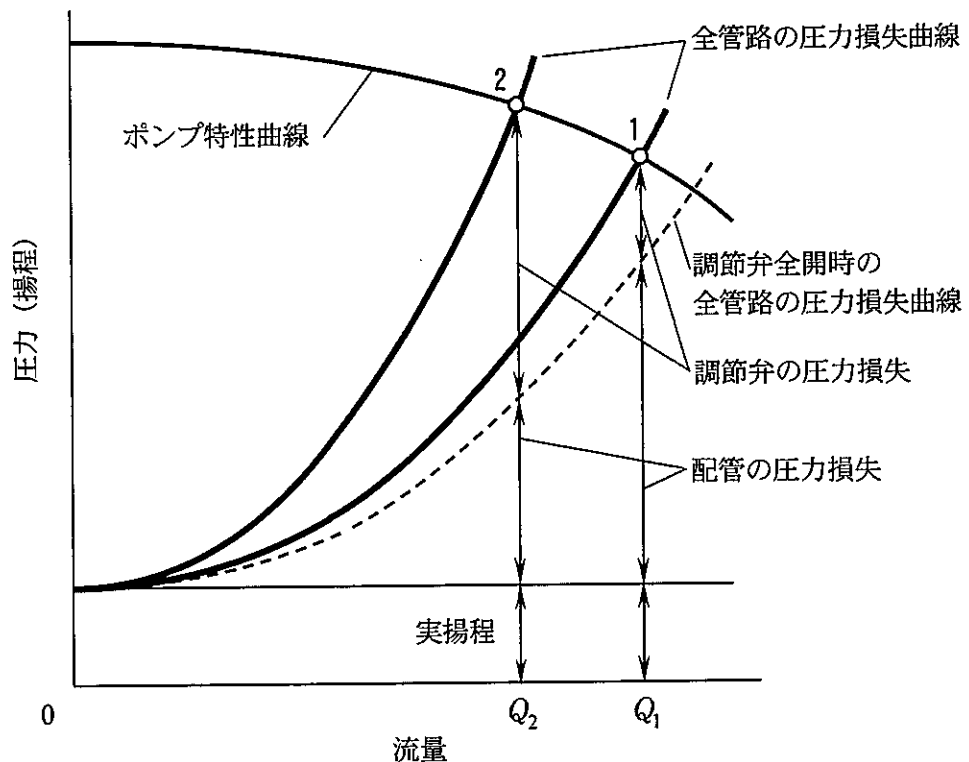

図2 調節弁による流量操作
(2) 流量制御の操作部として調節弁を用いて、渦巻ポンプによる送水系の流量制御を行うときの、ポンプの特性と配管の圧力損失特性を図2に示す。
1) 流量制御の操作部としては、簡単で確実な操作性から、一般に調節弁が使用されている。図2において、運転点1の流量 Q_1 と運転点2の流量 Q_2 の間で流量を調節するには、調節弁の開度を変えることを行うことができ、例えば、調節弁の開度を小さくすれば し、流量は減少する。ただし、この操作はエネルギー損失を伴うので、省エネルギー上は最善とはいえない。